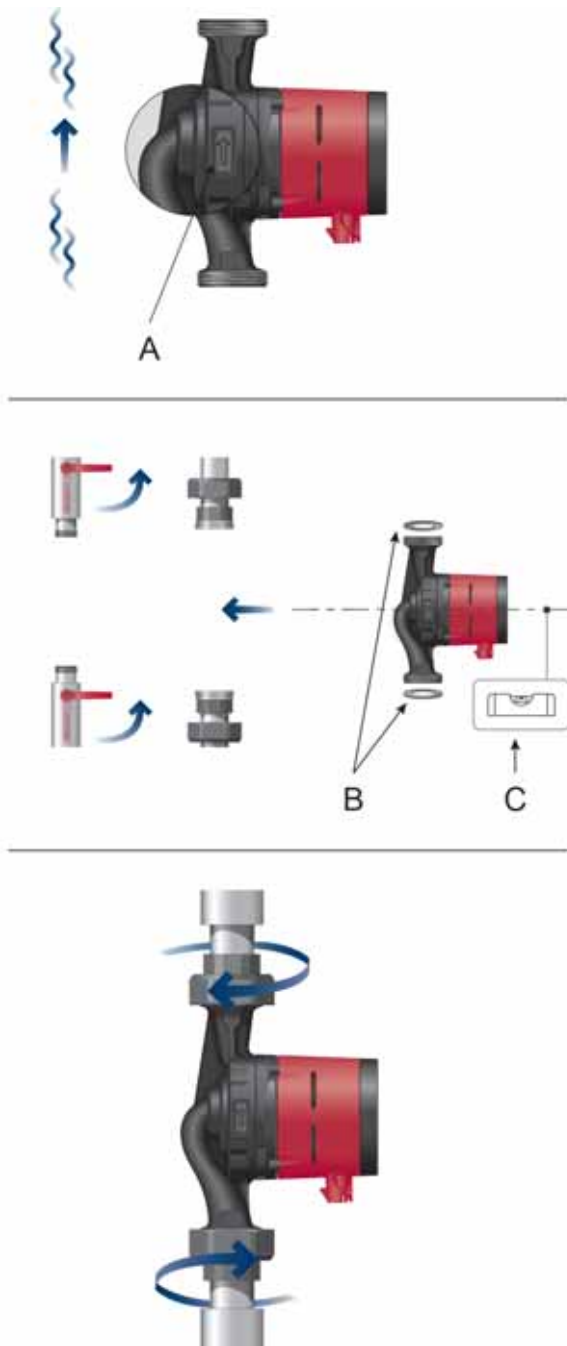

Fig. 1 Montering af ALPHA2 eller ALPHA3
Pilene på pumpehuset angiver strømningsretningen gennem pumpen. Se fig. 1, pos. A.
1. Montér de to pakninger når du monterer pumpen i røret. Se fig. 1, pos. B.
2. Montér pumpen med en vandret motoraksel. Se fig. 1, pos. C. Se også afsnit 3.2 Kontrolbokspositioner, ALPHA2, ALPHA3.